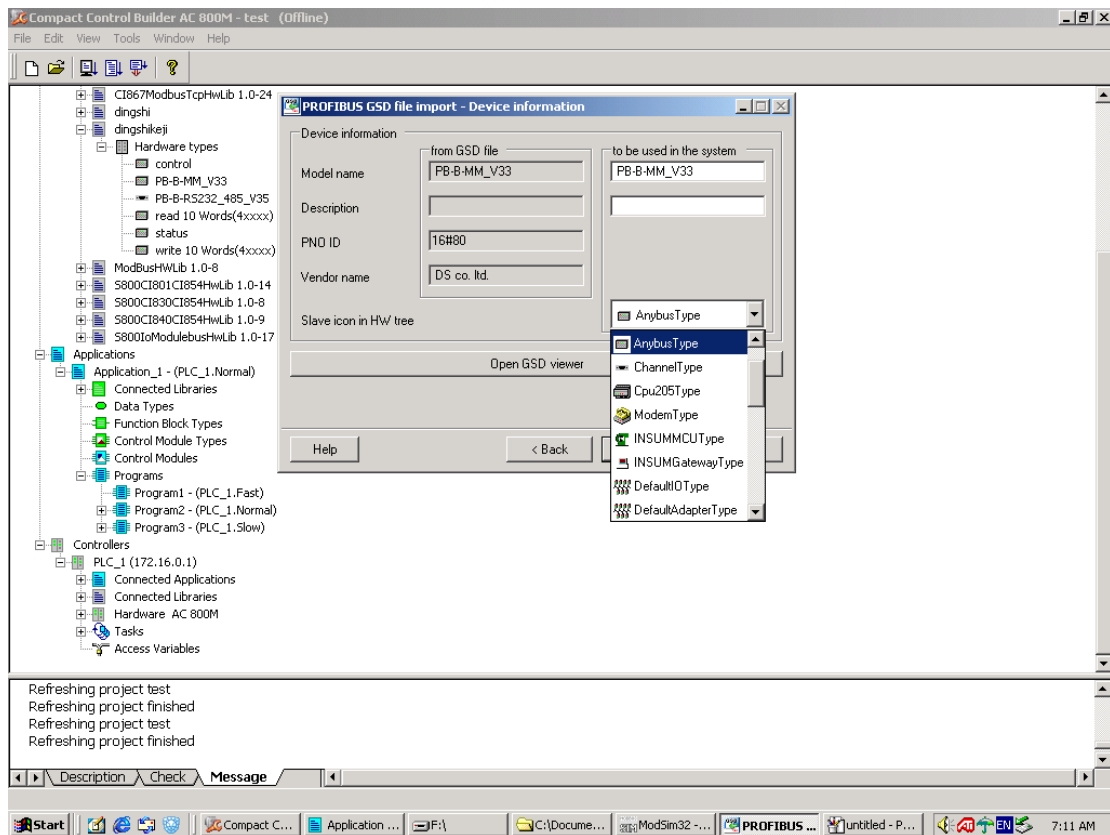

图 1-1
1、新建一个项目命名为 test。在硬件中新建一个硬件库，命名为 dingshi。在 hardware types 处右击添加硬件类型，找到相应的 GSD 文件目录加载 GSD 文件。在 Slave icon in HW tree 处选择 Anybus Type 类型，如图 1-1 所示。